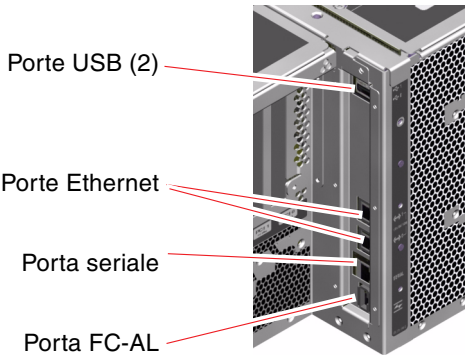

FIGURA 2-4 Porte esterne del pannello posteriore
- Sei porte dati esterne: USB, seriale, Ethernet e FC-AL (vedere la FIGURA 2-4)